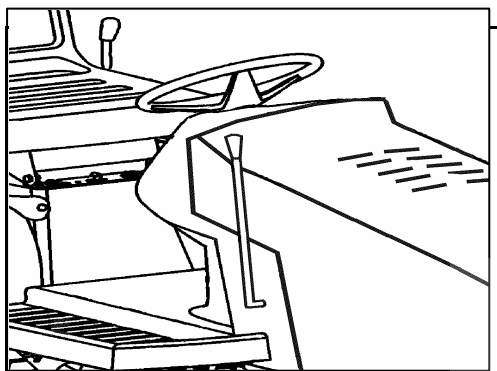

Fig. 19
Zich verzekeren dat het maaidek niet actief staat alvorens de motor te starten. (fig. 19).
2. Eénmaal op het gras, zet u de maaier in werking door op de knop te drukken. (fig. 19; pos.5).